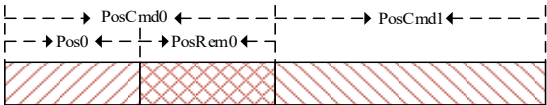

图 12.13 增量位置指令运行示意图
①增量位置的参考点为当前的位置指令的目标值。如图 12.13 所示，第一段位置指令设定值为 PosCmd0，运行了 Pos0 的脉冲后，结束运行，剩余 PosRem0 的脉冲没有运行完成。如果此时插入第二段增量位置指令 PosCmd1，则第二段位置指令运行的总脉冲数，为 PosCmd1+ PosRem0，最终的运行位置值为 PosCmd0+ PosCmd1。